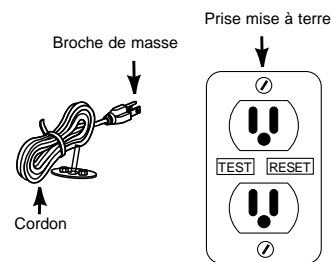

Figure 1
2. Assurez-vous que la prise électrique soit à la terre, de calibre de 115 volts, d'au moins 15A et protégée par un disjoncteur différentiel. (DD). (*Figure 1*).